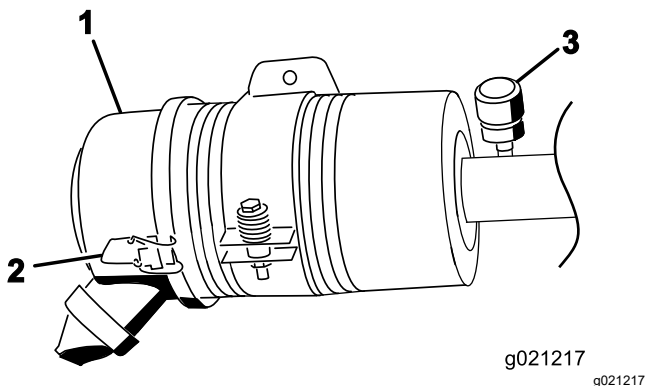

Figura 81
Effettuate la manutenzione del filtro dell'aria quando l'indicatore lo richiede (Figura 81). Sostituendo il filtro dell'aria prima del necessario si aumenta il rischio che la morchia penetri nel motore quando si toglie il filtro.
2. Rilasciate i fermi che fissano il coperchio del filtro dell'aria al relativo corpo (Figura 81).